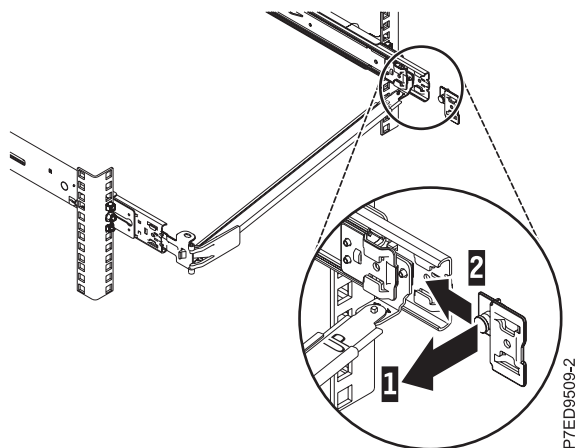

Figura 15. Extensión de la patilla de la pieza de sujeción de montaje es instalación de la pieza de sujeción de montaje en el riel deslizante
4. Tire de la pieza de sujeción de montaje la patilla (1) e inserte la pieza de sujeción de montaje (2) en el riel deslizante derecho. Empuje la pieza de sujeción en el riel deslizante hasta que la patilla accionada por resorte quede encajada en su sitio, tal como se muestra en la Figura 15 en la página 13.